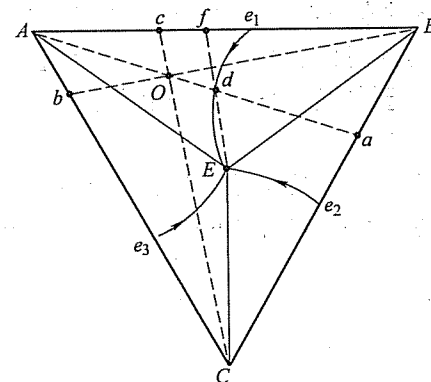

图 26-5 第四题解答图
1. 平衡结晶过程：如图 26-5 所示，连接 A、O 两点并延长，交  $Ee_1$  线于 d 点，交 BC 线于 a 点；连接 E、d 两点并延长，交 AB 线于 f 点。当温度降至稍低